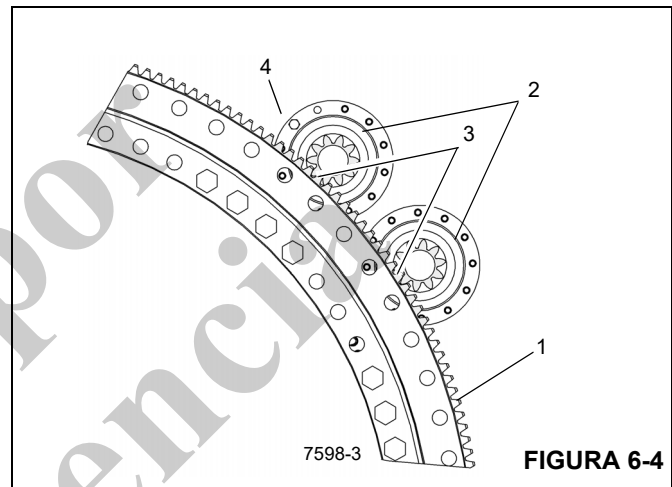

FIGURA 6-4
5. Oriente la corona dentada de modo que su punto de excentricidad máxima (“punto alto”) se encuentre entre los mandos de giro. Coloque los mecanismos de giro de modo que el piñón quede centrado dentro de la muesca recortada en la base y que las lumbreras del motor queden orientadas hacia el lado exterior (Figura 6-4).
NOTA: Ajuste el engrane de los dientes (3) (Figura 6-4) para obtener un juego entre dientes de 0.010 pulg (0.25 mm). Gire el cojinete (1) una revolución mientras revisa el juego entre dientes en incrementos de 90°.